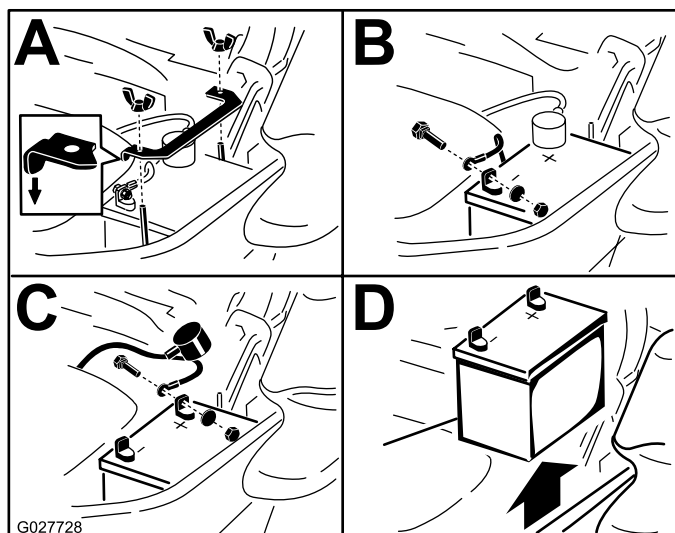

Figura 61
- Retire o grampo (Figura 61).
- Posicione a bateria na base com os polos terminais afastados do depósito hidráulico (Figura 61).
- Prenda os cabos com 2 parafusos, 2 anilhas e 2 porcas de bloqueio (Figura 61).